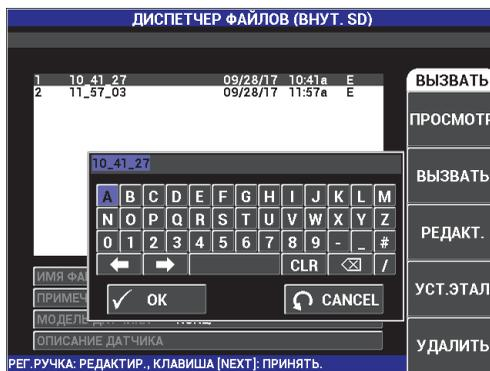

Рис. 5-218 Переименование файла
5. Используйте текстовый редактор для переименования файла: RFT_CURVE (см. Рис. 5-218 на стр. 297). (Используйте ручку регулятора для выбора нужных символов и клавишу FULL NEXT () для подтверждения выбора).